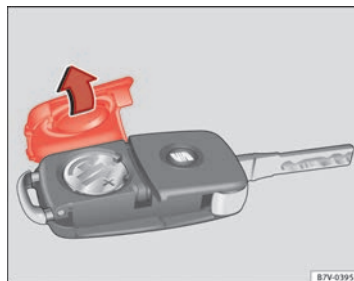

Fig. 43 Llave del vehículo: tapa del compartimento para la pila.
La pila se encuentra en la parte trasera de la llave del vehículo, bajo una tapa ⇒ **fig. 43**.
- Retire la tapa de la parte trasera de la llave del vehículo ⇒ **fig. 43** en la dirección de la flecha ⇒ ❶.
- Coloque la tapa en la carcasa de la llave del vehículo, presionándola tal como se muestra ⇒ **fig. 43**, en sentido contrario a la flecha, hasta que encastre.